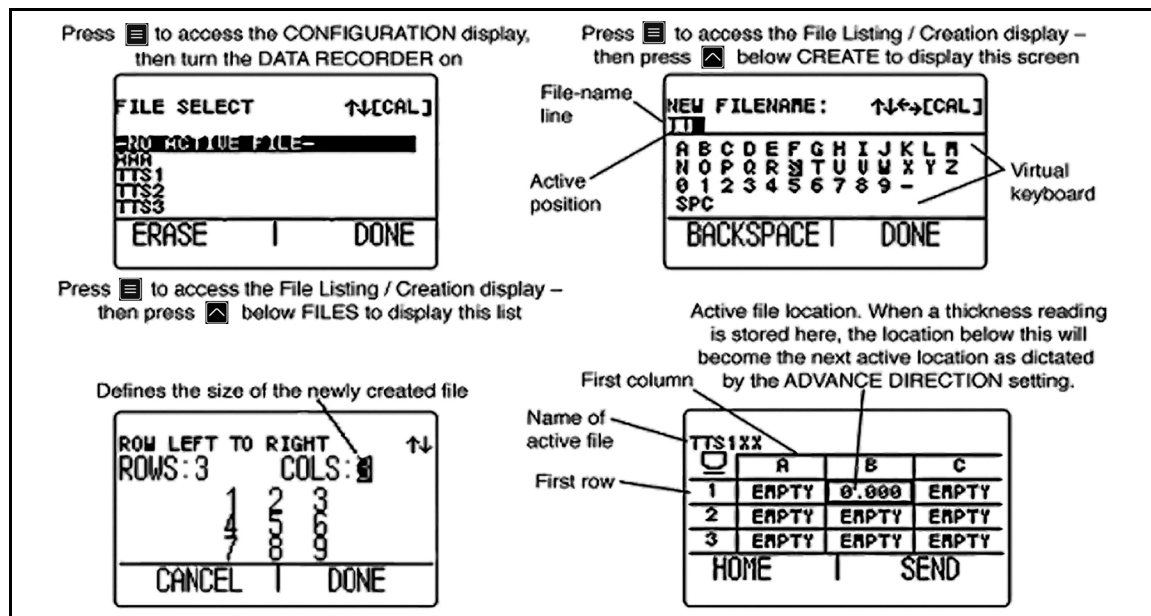

Figura 5: Modo de Pantalla de Archivo
- **Modo de Pantalla de Archivo** – Permite crear y almacenar valores de medición en los archivos del grabador de datos. Sólo está disponible con la opción Grabador de datos instalada y activada (véase *Figura 5 en la página 12*). Con la opción Grabador de datos instalada y activada, puede crear archivos del Grabador de Datos, guardar los valores de medición y navegar por los contenidos del archivo.